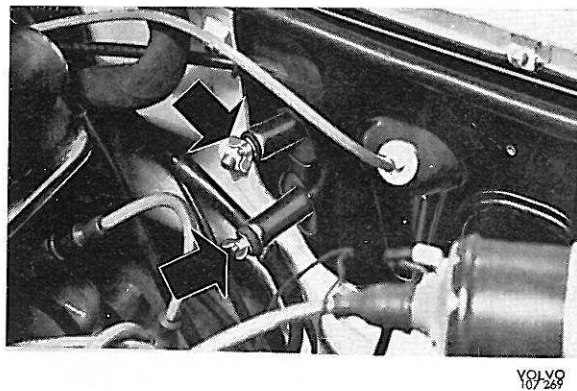

Figure 29. Bouchage des tuyaux
3. Démonter les durits d'eau du système de chauffage des tuyaux de jonction sur le tablier et mettre des bouches à ces tuyaux (figure 29).
- (4). Démonter les colliers de serrage des durits de l'évaporateur et déposer la bouteille de déshydratation de son support. Poser la bouteille de déshydratation aussi près du tablier que le permet la durit reliant le condensateur à cette bouteille.